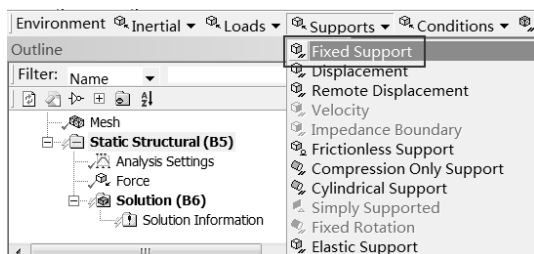

图 13-70 添加约束
Step4 :选择 Environment 工具栏中的 Supports(支撑) Fixed Support(固定) 命令 , 此时在分析树中会出现 Fixed Support 选项 , 如图 13-70 所示。